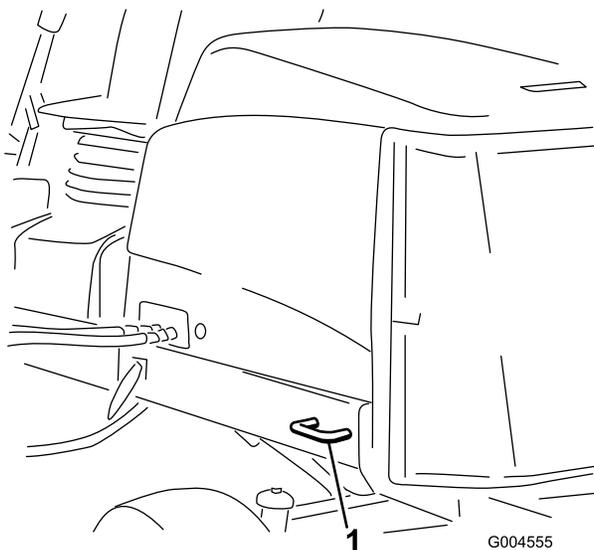

Figura 46
- Detrás – en cada lado de la máquina, en el bastidor trasero (Figura 46).